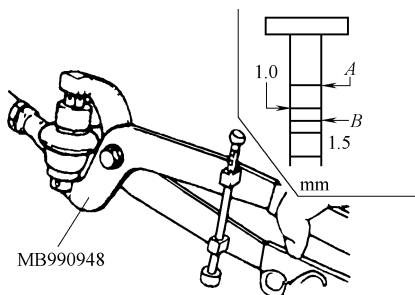

图 6-4 球状接头轴向间隙的测量
球状接头轴向间隙的测量如图 6-4 所示。使用专用工具 握住球状接头，把专用顶上刻度调至上限 (A)，压球突并测量轴间隙，所面得的排出量应在上限 (A) 和中心刻度 (B) 之间。极限值为 1.5mm。如所测得的排出量超过中心刻度 (B)，更换球状接头。注意即使偏差在极限值的范围内，也要检查球状接头的启动转矩。